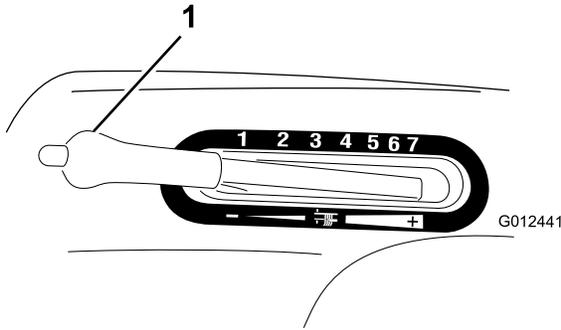

Figura 8
1. Pulse y mantenga pulsado el botón de la palanca de ajuste de la altura de corte (**Figura 8**).